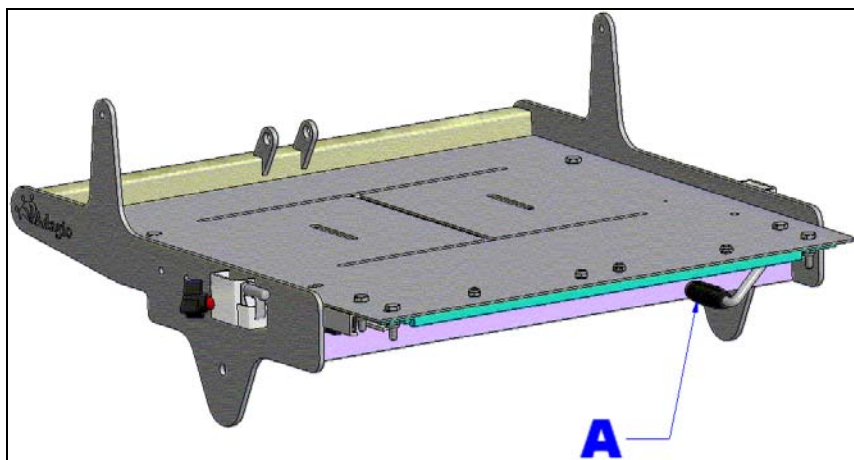

Figure 7 : Ajuster la profondeur de l'assise.
La profondeur de l'assise de l'  est très facilement ajustable en utilisant simplement le levier (A) et en le tirant vers le haut. Il faut ensuite tirer ou pousser l'assise vers l'avant ou l'arrière pour ajuster à la profondeur désirée (voir; figure 7).